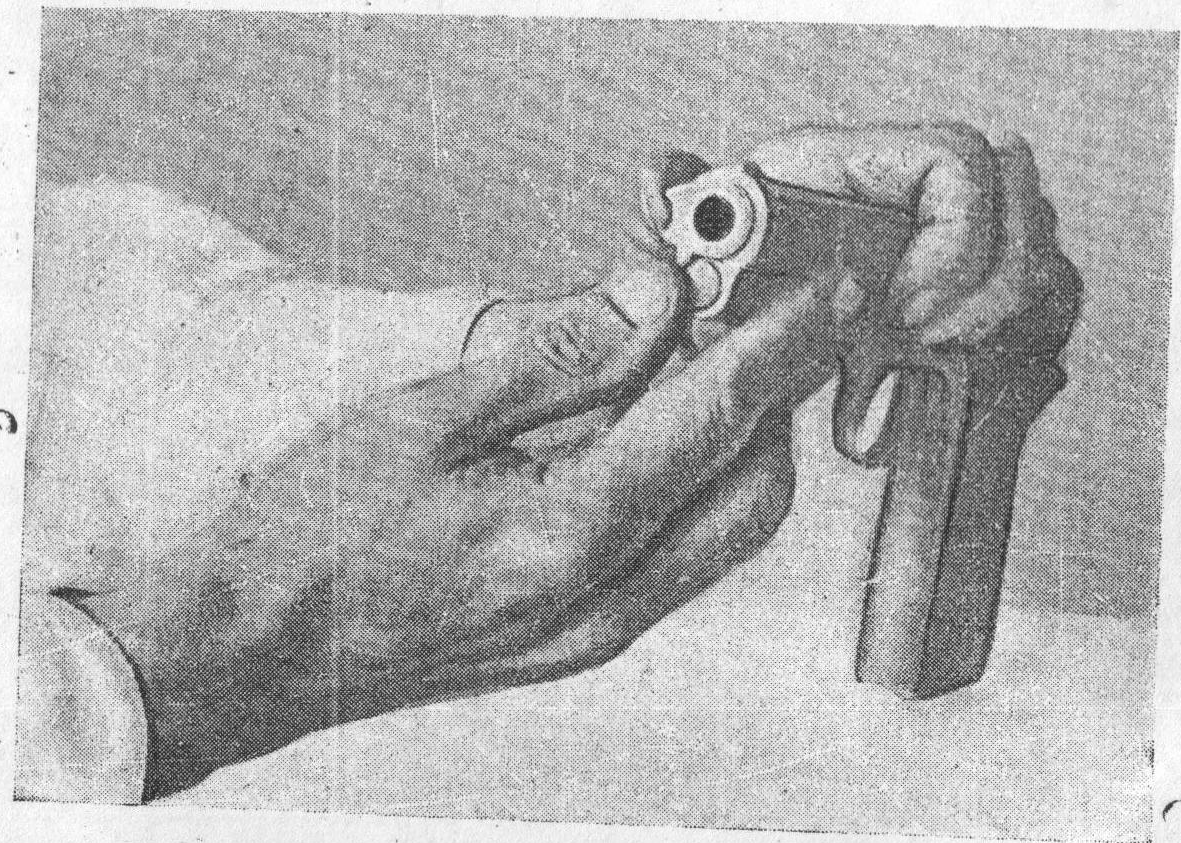

Рис. 5.
2. **Вынуть передний стержень возвратной пружины и возвратную пружину.** Нажать на насечку переднего стержня возвратной пружины, утопить его заподлицо с передним обрезом кожуха-затвора, в то же время повернуть муфту влево до отказа (рис. 5).
19. **Вставить муфту**, для чего, держа пистолет левой рукой за кожух стволом кверху, правой рукой вложить муфту (рис. 7), после чего повернуть ее направо до отказа, чтобы выступ ее вошел в поперечный паз кожуха-затвора (рис. 5).